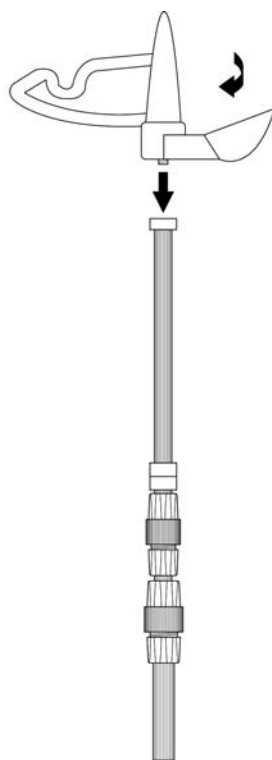

FIGURE 2
2. Placez l'Extrémité du Manche sur la partie supérieure de la Rallonge comme il est illustré (FIGURE 2) et tournez-la dans le sens des aiguilles d'une montre jusqu'à ce qu'elle soit en place de manière ferme et sûre.